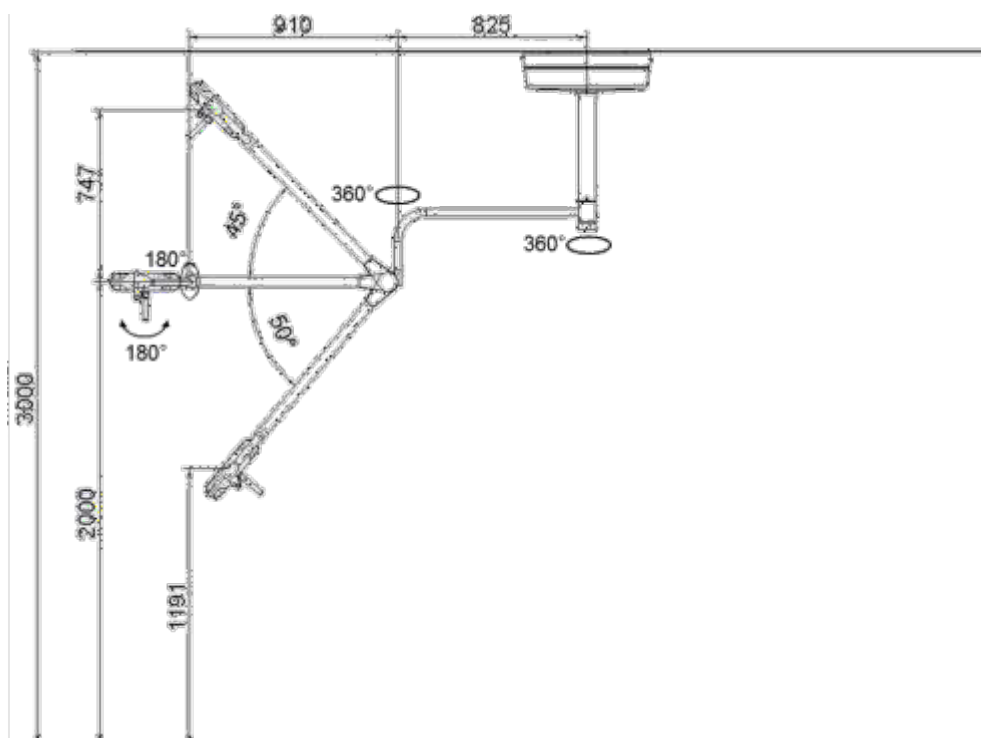

FIGURA 15 – FOCO CIRÚRGICO DE TETO SIMPLES SL-300
- Figura 15 para os Focos SL-300;